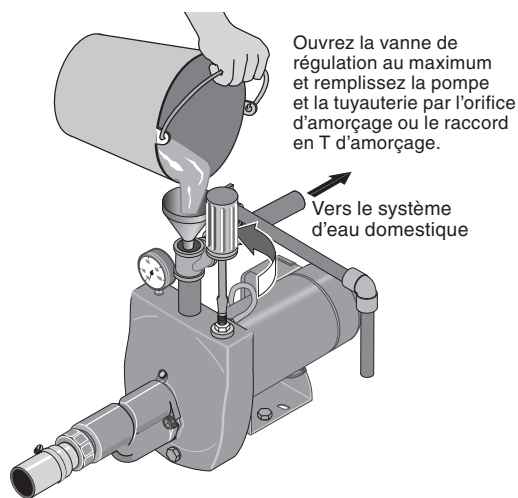

Figure 15 : Ouvrir la vanne de régulation
1. Ouvrez la vanne de régulation à son maximum (voir la figure 15). Ensuite, retirez le bouchon d'amorçage de la pompe et remplissez la pompe, remplissez toute la tuyauterie entre la pompe et le puits et assurez-vous que la tuyauterie dans le puits est pleine. Si un raccord d'amorçage a également été installé sur le tuyau d'aspiration, retirez le bouchon du raccord et remplissez le tuyau d'aspiration.